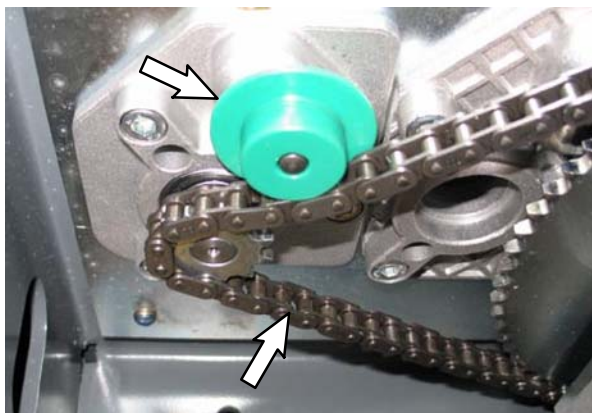
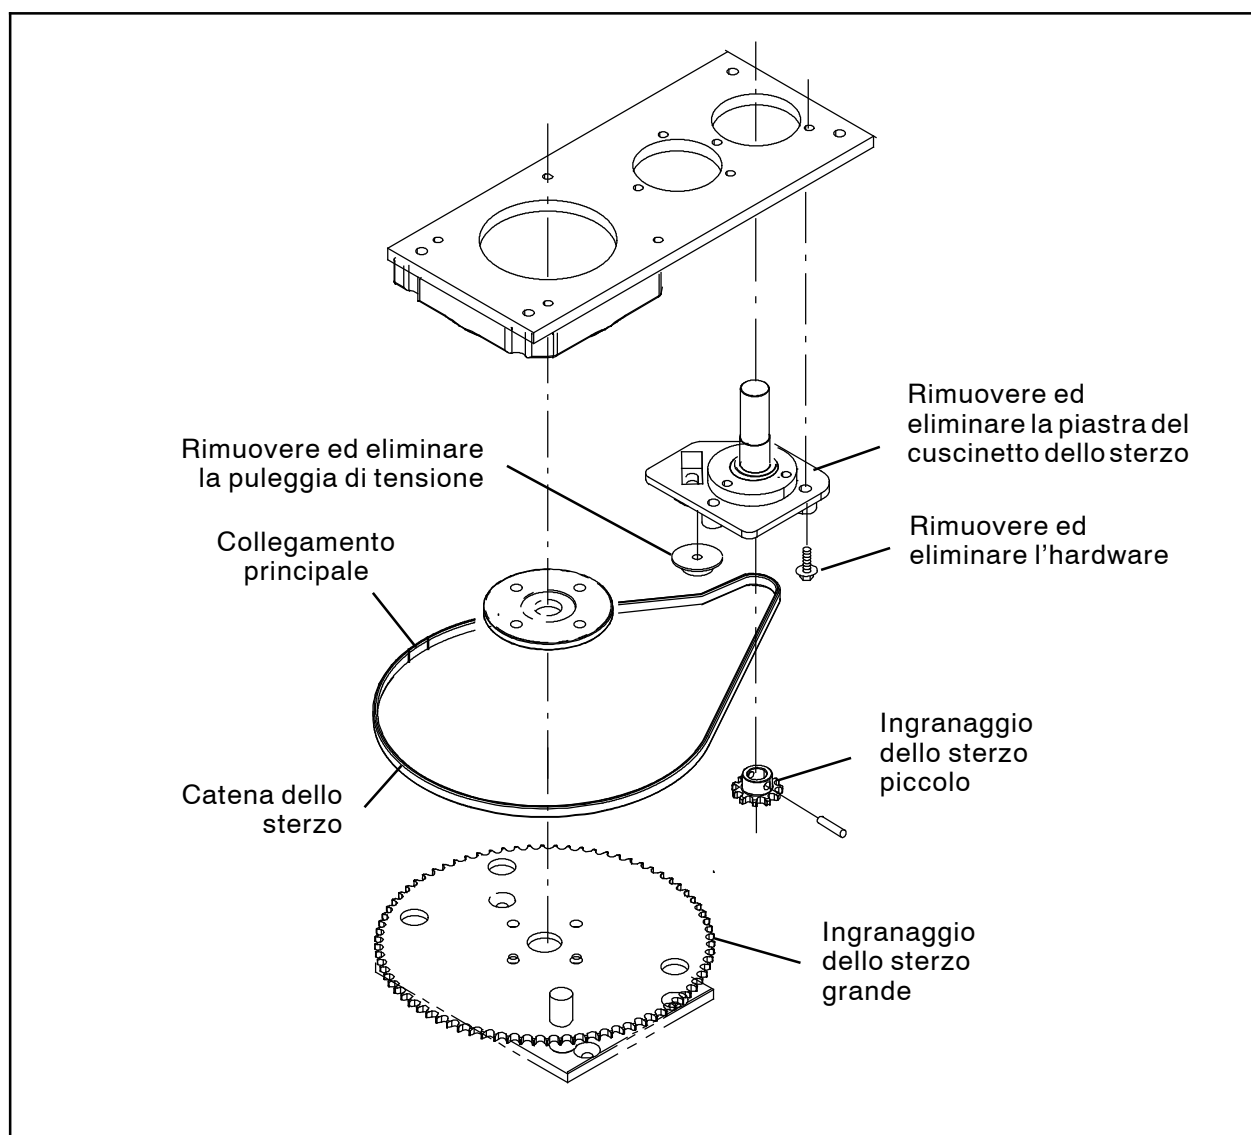
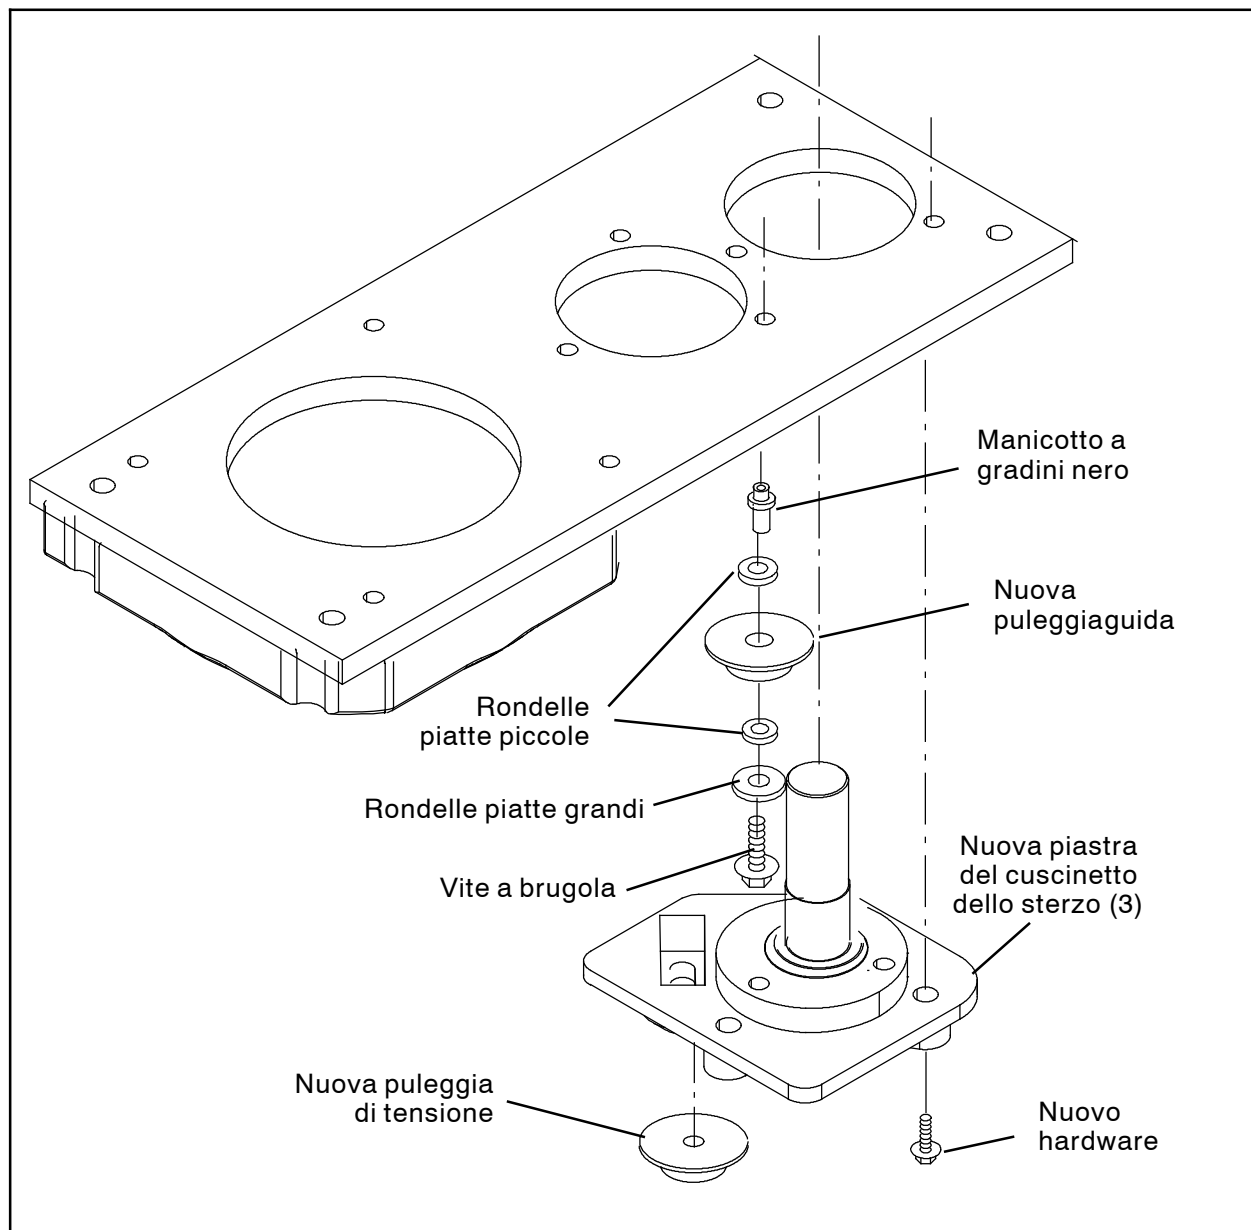
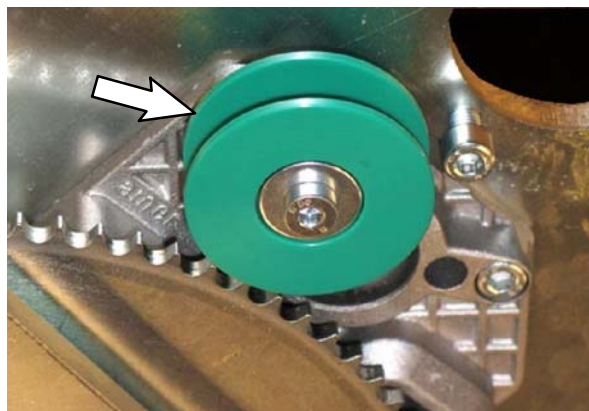

FIG. 17
FIG. 18
FIG. 19
FIG. 20
19. Rimuovere la catena dagli ingranaggi dello sterzo. La puleggia di tensione ricade dal meccanismo dello sterzo quando si rimuove la catena dello sterzo. Eliminare la puleggia di tensione. (Fig. 17 / Fig. 18)
20. Rimuovere la piastra del cuscinetto dello sterzo dalla macchina. Eliminare la piastra del cuscinetto dello sterzo e l'hardware. (Fig. 18)
21. Utilizzare la vite a brugola, la rondella piatta grande, due rondelle piatte piccole e il manicotto in plastica nero incluso nella piastra del cuscinetto dello sterzo (3) per installare la nuova puleggia guida sulla macchina. Serrare l'hardware a 18,5-24 Nm / 13,6-17,7 ft lb. (Fig. 19 / Fig. 20)
23. Tenere la nuova puleggia di tensione sulla piastra del cuscinetto dello sterzo (3) e reinstallare la catena dello sterzo. (Fig. 17 / Fig. 18 / Fig. 19)